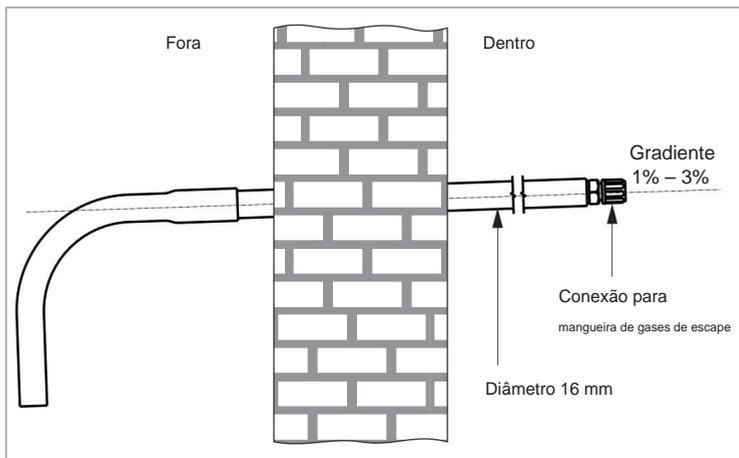

Fig. 5: Condução de parede – instalação em parede externa (esquema)
- ÿ Se a mangueira de gases de escape passar através de uma parede externa para passar para o exterior, deve ter um diâmetro grande na área próxima da parede e deve passar pela parede em declive (fig. 5).
12. Observe as especificações da seção 4.1.2, principalmente a fig. 5, se a mangueira de gases de escape se estender através de uma parede externa para passar para fora.